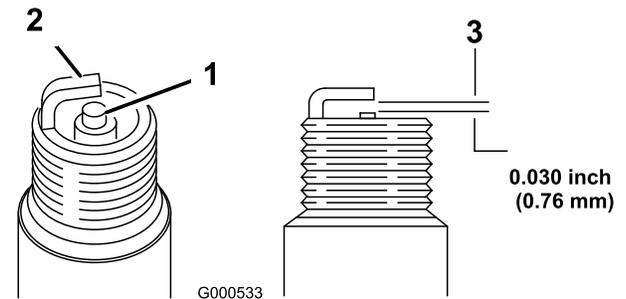

Bild 53
- Prüfen Sie den Abstand zwischen der mittleren und der seitlichen Elektrode (Bild 53) und biegen Sie die seitliche Elektrode, wenn der Abstand falsch ist.
- Sehen Sie sich die Mitte der Zündkerzen an (Bild 53).